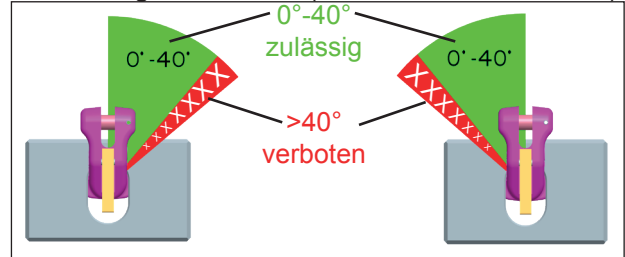

Abb. 4: Einsatzbereich VIP-Containerhaken VCH-K 16
3. Der VCH-K 16 darf nur im Winkelbereich 0-40° eingesetzt werden (siehe Abb. 4, grüner Bereich).
4. Der VCH-K 16 darf nicht im Winkelbereich von größer 40° eingesetzt werden (siehe Abb. 4, roter Bereich).